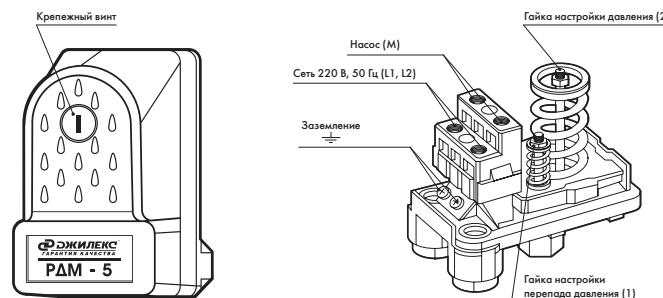

рисунок 3
- отвинтить крепежный пластмассовый винт (см. рисунок 3), снять крышку реле. Регулировка уровня верхнего и нижнего предела давления РДМ-5 осуществляется гайкой (2), фиксирующей положение пружины (см. рисунок 3). Для того, чтобы увеличить значение уровня верхнего и нижнего предела давления, необходимо закручивать гайку по часовой стрелке.
Гайка (1) предназначена для регулировки перепада давления путем изменения уровня нижнего предела (см. рисунок 3). Для того, чтобы увеличить перепад давления, необходимо отвернуть гайку против часовой стрелки, тем самым